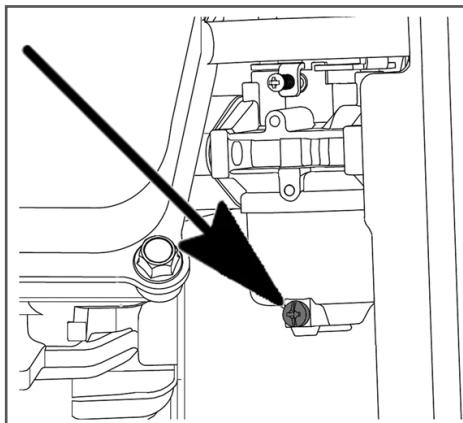

Рис. 16 Слив топлива с поплавковой камеры карбюратора
2. Выкрутите болт сливного отверстия (Рис. 16) на 2-3 оборота и слейте топливо из поплавковой камеры карбюратора.
- Слейте топливо из топливного бака и поплавковой камеры карбюратора (Рис.16).